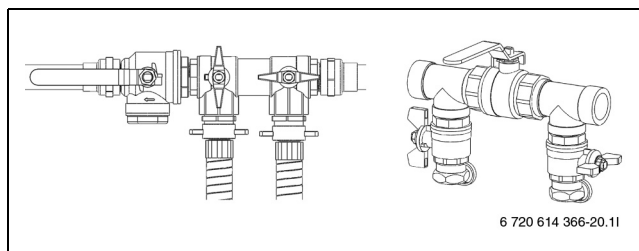

Bild 28 Påfyllningsstationer i tryckhöjningsläge
- ▶ När urluftningen är klar ska kretsen trycksättas. Vrid ventilerna på påfyllningsstationen till tryckhöjningsläge och trycksätt kretsen till 2,5 - 3 bar (→ Bild 28).